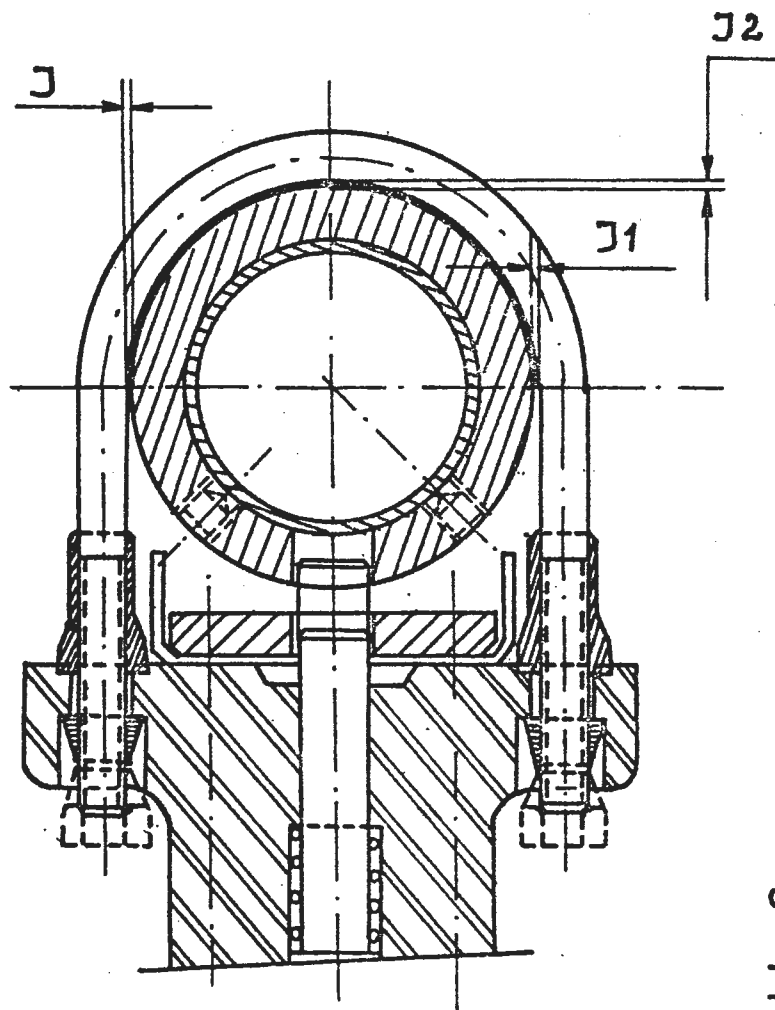

Abb. 3
Schrauben mit der Lenksäule in Kontakt bringen. Dann 2-2 $\frac{1}{2}$ Umdrehungen durchführen und dabei die in Abbildung 3 angegebene Reihenfolge des Anziehens einhalten.
- e) Haltebügel, versehen mit Kontermuttern aufsetzen und verschrauben. Am Punkt des geringsten Spieles (J 2) ist ein solches von 1 bis 2,25 mm einstellen, d.h. wenn sich die Verriegelungsbohrung in der Hülse - durch drehen des Lenkrades - oben befindet. Das Spiel bei J und J¹ muss 1 mm mindestens betragen. (s. Abb. 3)